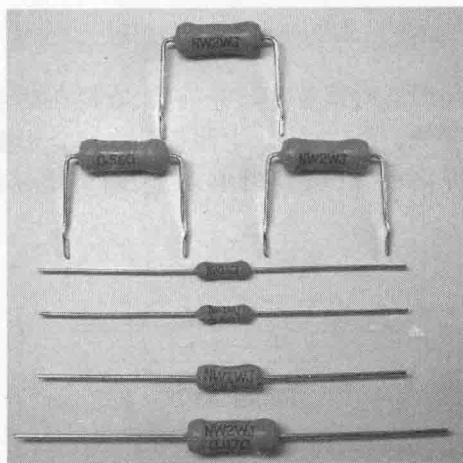

图 1-10 无感电阻
(10) 无感电阻,无感电阻常用于做负载,用于吸收产品使用过程中产生的不需要的电量,或起到缓冲,制动的作用,此类电阻常称为 JEPSUN 制动电阻或捷比信负载电阻(图 1-10)。